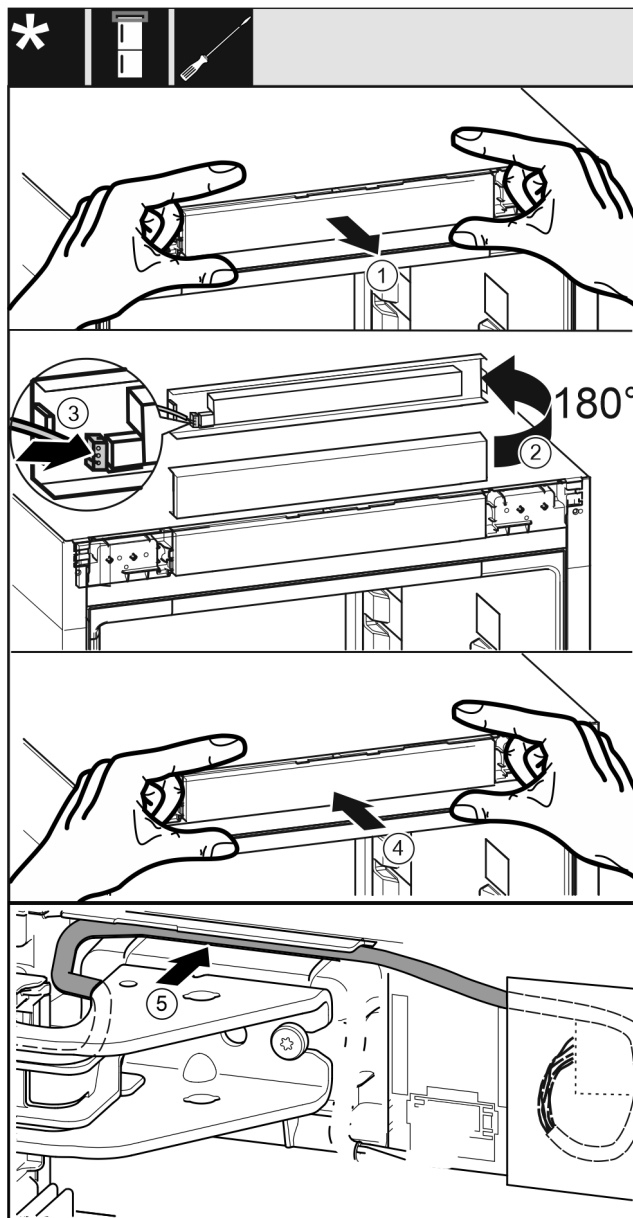

Fig. 32
- ▶ Αφαιρέστε προσεκτικά την πρόσοψη χειρισμού. Fig. 32 (1)
- ▶ Περιστρέψτε την πρόσοψη 180° προς τα επάνω. Fig. 32 (2)
- ▶ Κουμπώστε το φικ στην πρόσοψη του χειριστηρίου. Fig. 32 (3)
- ▶ Κουμπώστε ξανά την πρόσοψη χειρισμού στη συσκευή. Fig. 32 (4)
- ▶ Τοποθετήστε το γκρι καλώδιο προσεκτικά στον οδηγό πάνω από το επάνω στήριγμα. Fig. 32 (5)